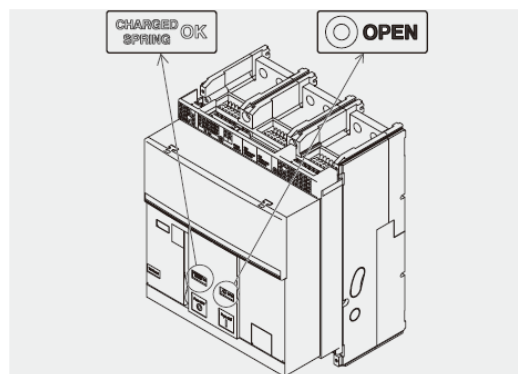

图 20
3. 确保断路器处于分闸状态（分闸/合闸指示器显示“O-OPEN”），并确保弹簧已储能（弹簧状态指示器显示“yellow-CHARGED SPRING”），如图 20 所示。